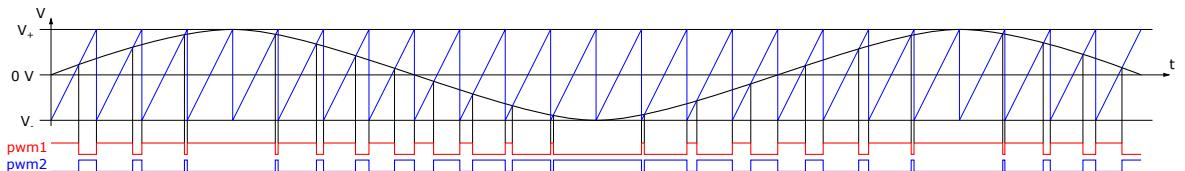

Abbildung 2: Diagramm der 2-stufigen Kontrolle
- Ein zweistufiger **PWM**-Modus. Dieser verwendet die invertierten Signale auf jeder Seite der **H-Brücke**. Das Prinzip wird in Abbildung 2 demonstriert.